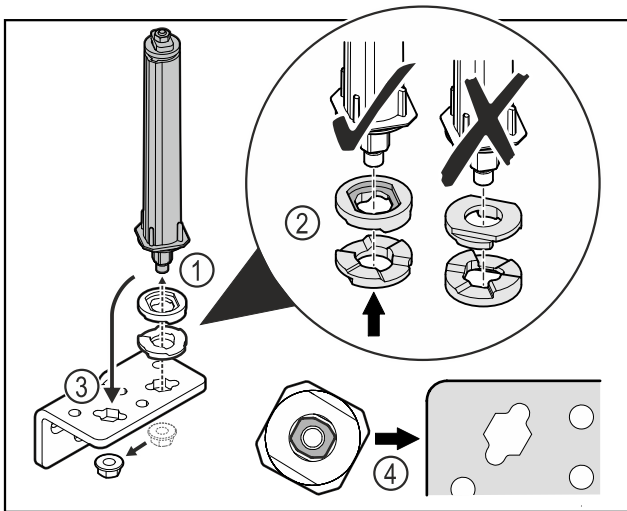

Fig. 41
- ▶ Moer losmaken en deursluitstelsysteem verwijderen Fig. 41 (1).
- ▶ De correcte uitlijning van de hoogte-instelschijven in acht nemen Fig. 41 (2).
- ▶ Deursluitstelsysteem in de scharnierhoek verplaatsen en met de moer vastzetten Fig. 41 (3).
- ▶ Bij het plaatsen de correcte uitlijning van het deursluitstelsysteem in acht nemen Fig. 41 (4).